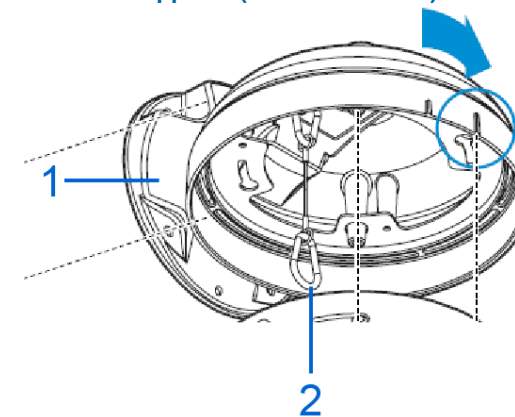

Figura 2
2. Allineare i fori sulla piastra di montaggio con i fori sulla base di montaggio a parete (1) (Figura 2) e tenere la piastra di montaggio a base di montaggio a parete sulla superficie di montaggio.
5. Attaccare il cordino di sicurezza (2) (Figura 2) al "gancio" sul coperchio del supporto e al "gancio" sulla base della telecamera.